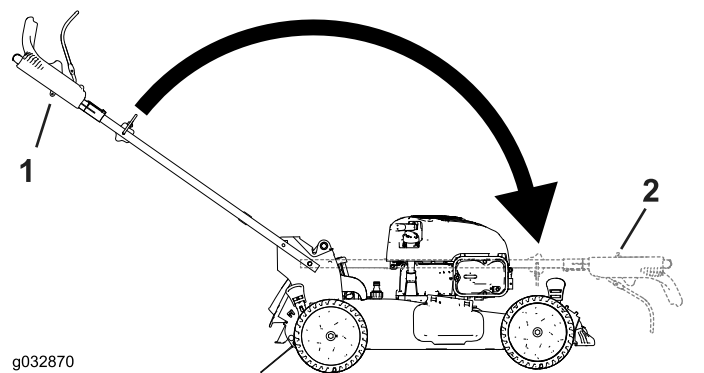

Figure 24
1. Bouton du guidon (2)
2. Boulon de carrosserie (2)
3. Repliez le guidon en le faisant pivoter en avant (Figure 24).